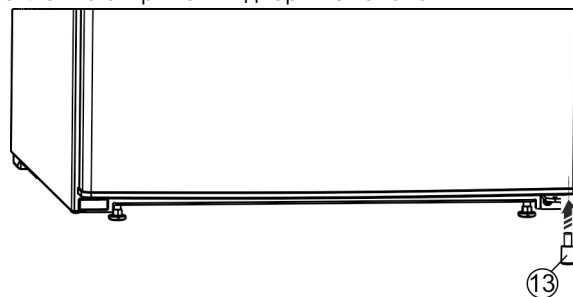

Fig. 26 *
- ▶ Снова вставьте в дверь распорную деталь Fig. 26 (13) справа внизу - это важно для обеспечения устойчивости устройства.*